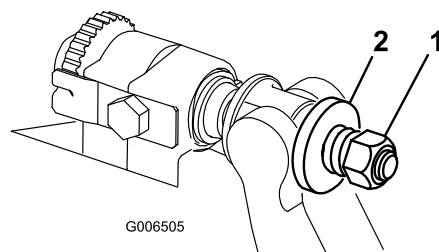

Figure 23
- Serrez l'écrou de tension du ressort jusqu'à ce que les spires soient jointives, puis desserrez-le de 1/2 tour (Figure 23).